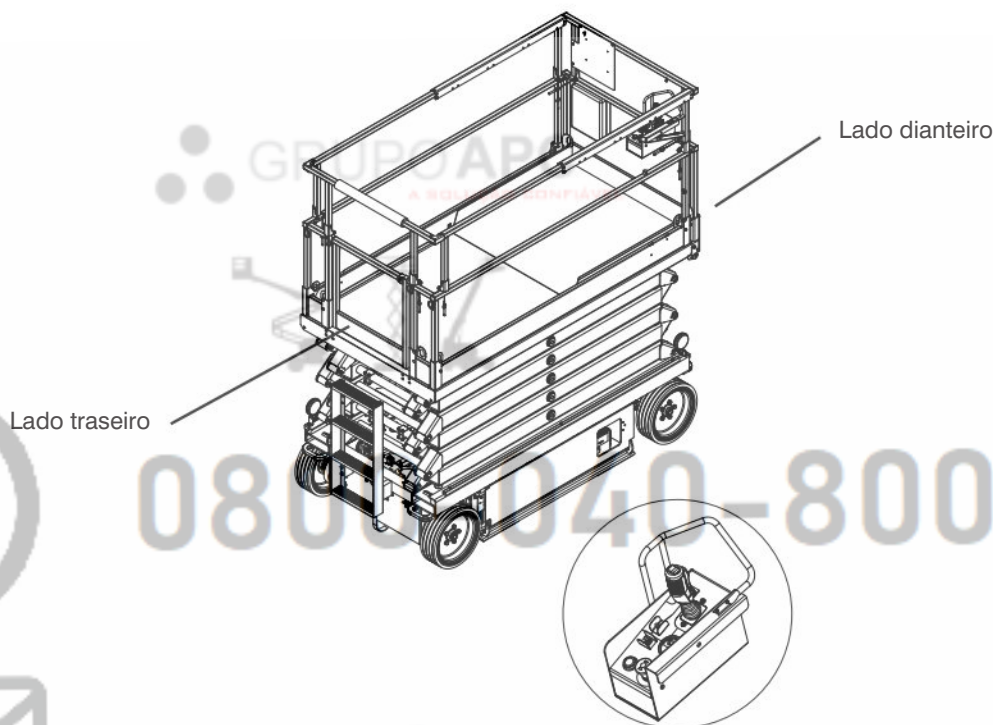

Figura 3-11. Caixa de controle com cabo longo fora da plataforma
- **Verifique se o operador e o console da caixa de controle estão corretamente orientados na direção em que a MEWP está voltada (consulte a Figura 3-11).**